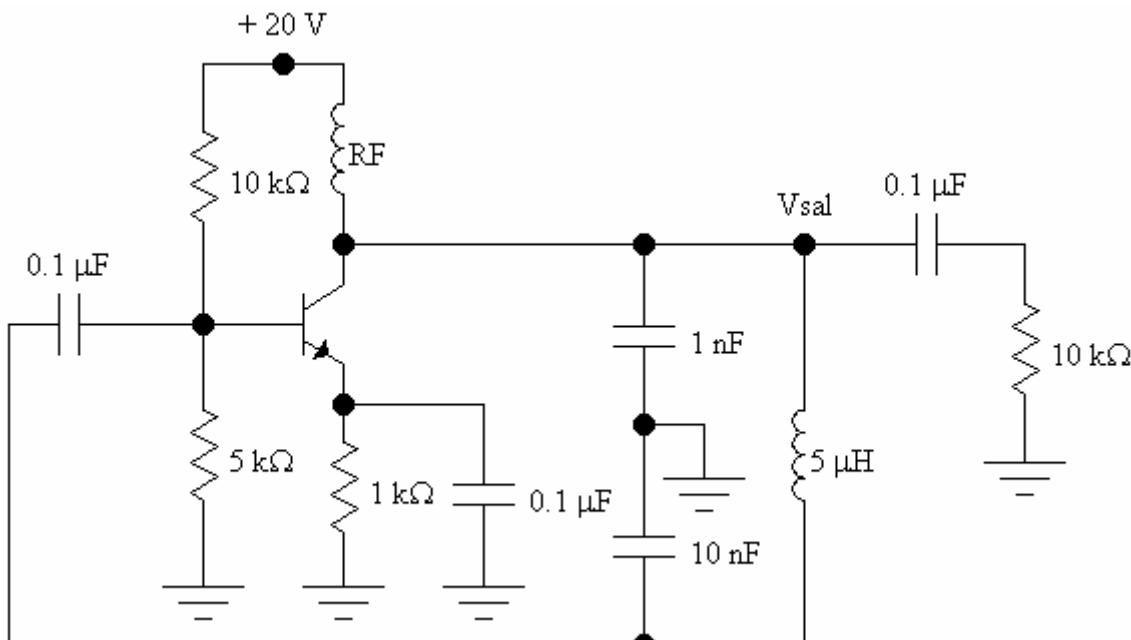

Figura 4
- Calcule las siguientes cantidades para el oscilador Colpitts de la figura 4.
- Si un condensador de 47 pF se conecta en serie con la bobina de 5 μH de la figura 4, el circuito se convierte en un oscilador Clapp. ¿Cuál es la frecuencia de oscilación?.